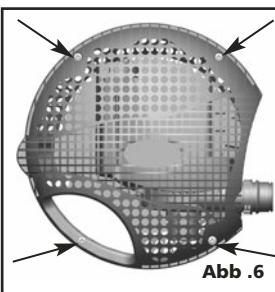

Abb. 6
- Entnehmen Sie die Pumpe aus dem Teich, lösen Sie die Feststellschraube (Abb. 6) und entfernen Sie die obere Hälfte des Pumpenkörpers. Reinigen Sie alle Bauteile unter fließendem Wasser. Setzen Sie alle Bauteile wieder sorgfältig zusammen.